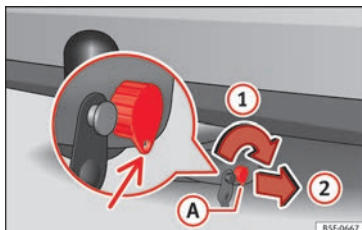
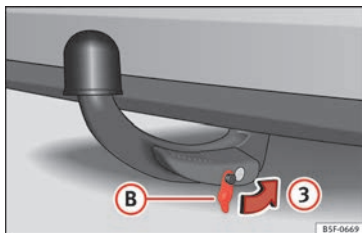

Fig. 227 Bloquear cerradura
Fig. 228 Colocar la tapa sobre la cerradura
- Gire la llave (A) en el sentido de la flecha ① hasta que la parte agujereada de la llave llegue a su posición inferior » fig. 227.
- Extraiga la llave en el sentido de la flecha ②.
- Coloque la tapa (B) en la cerradura en el sentido de la flecha ③ » fig. 228 » ①.
① CUIDADO